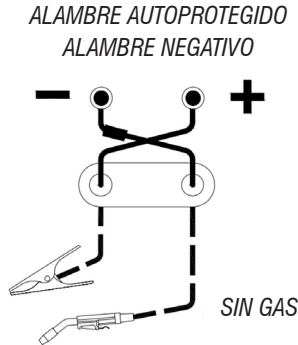

Fig. 9 – Soldadura sin gas
- Conecte el cable rojo (tocha) en el polo negativo, Fig. 9.